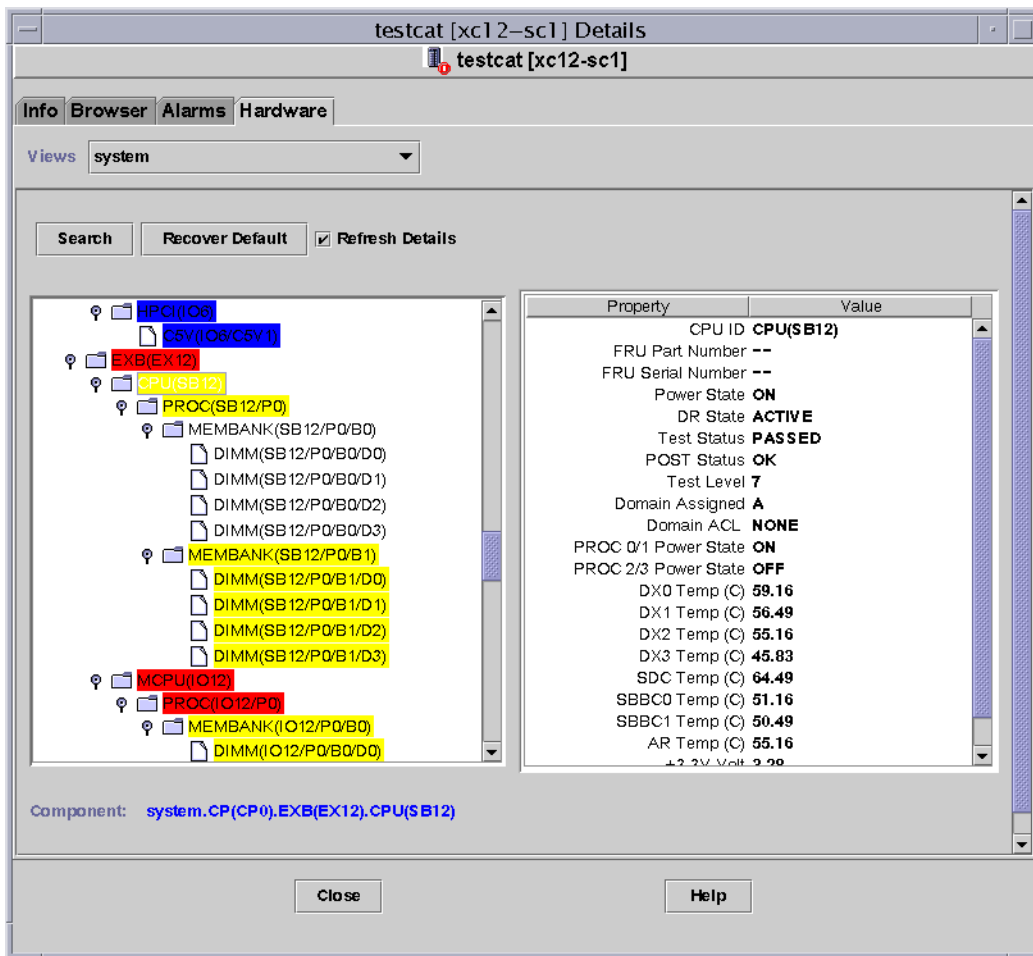

图 5-4 Sun Fire 高端系统平台逻辑视图
4. 单击 “**Expand All**（扩展所有）” 按钮，然后单击左侧窗格的一个对象，查看类似于图 5-4 的逻辑视图。